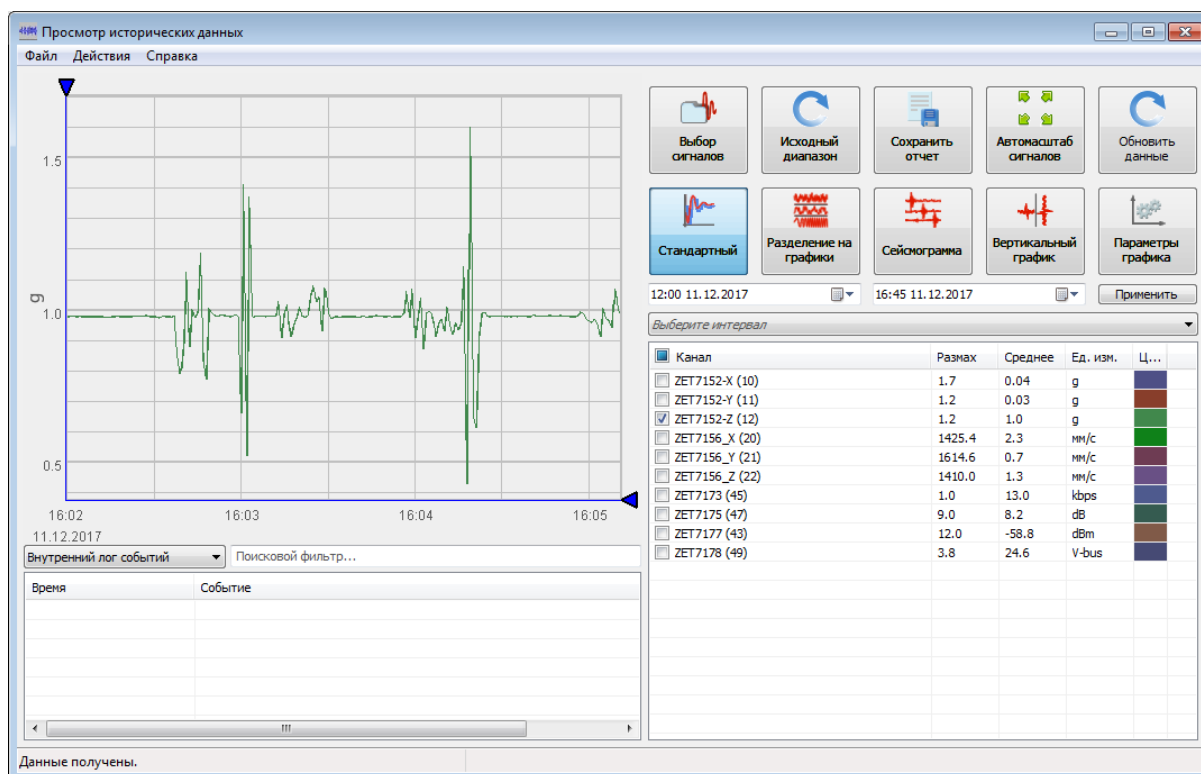

Рис. 4.4 Программа «Просмотр трендов»
7. В случае нажатия кнопки «ОК» откроется окно программы «Просмотр трендов» (Рис. 4.4), предназначенной для анализа записанных сигналов.